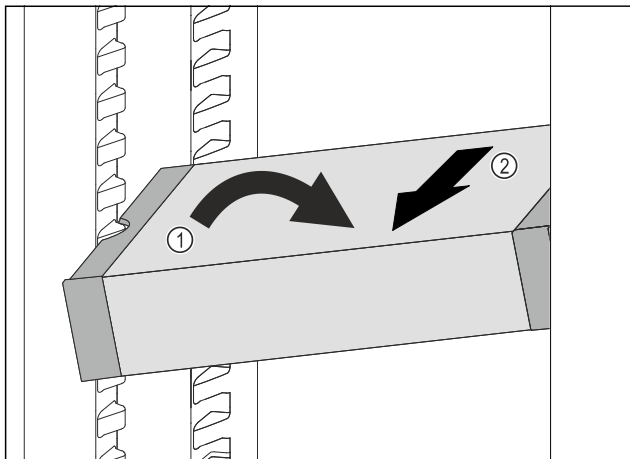

Fig. 79
- ▶ Seadke VarioSafe jahutusosas kaldu. Fig. 79 [1]
- ▶ Võtke VarioSafe ettepoole välja. Fig. 79 [2]